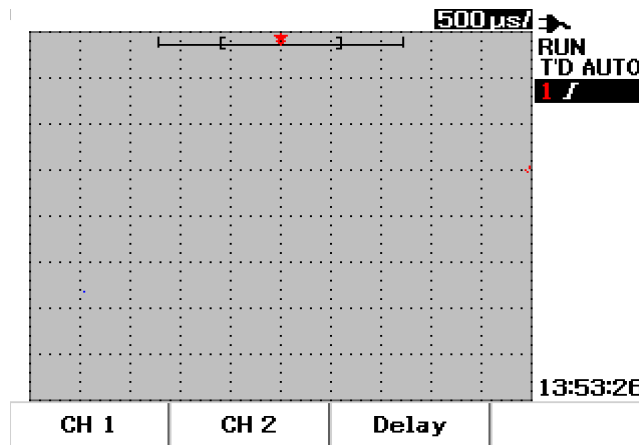

Abbildung 3-1 Anzeige des Scope-Menüs, in der beide Kanäle angezeigt werden.
- 1 Drücken Sie die Taste  des Bedienfelds, um das Scope-Menü aufzurufen. Die in Abbildung 3-1 dargestellte Anzeige des Scope-Menüs erscheint, in der beide Kanäle deaktiviert sind.